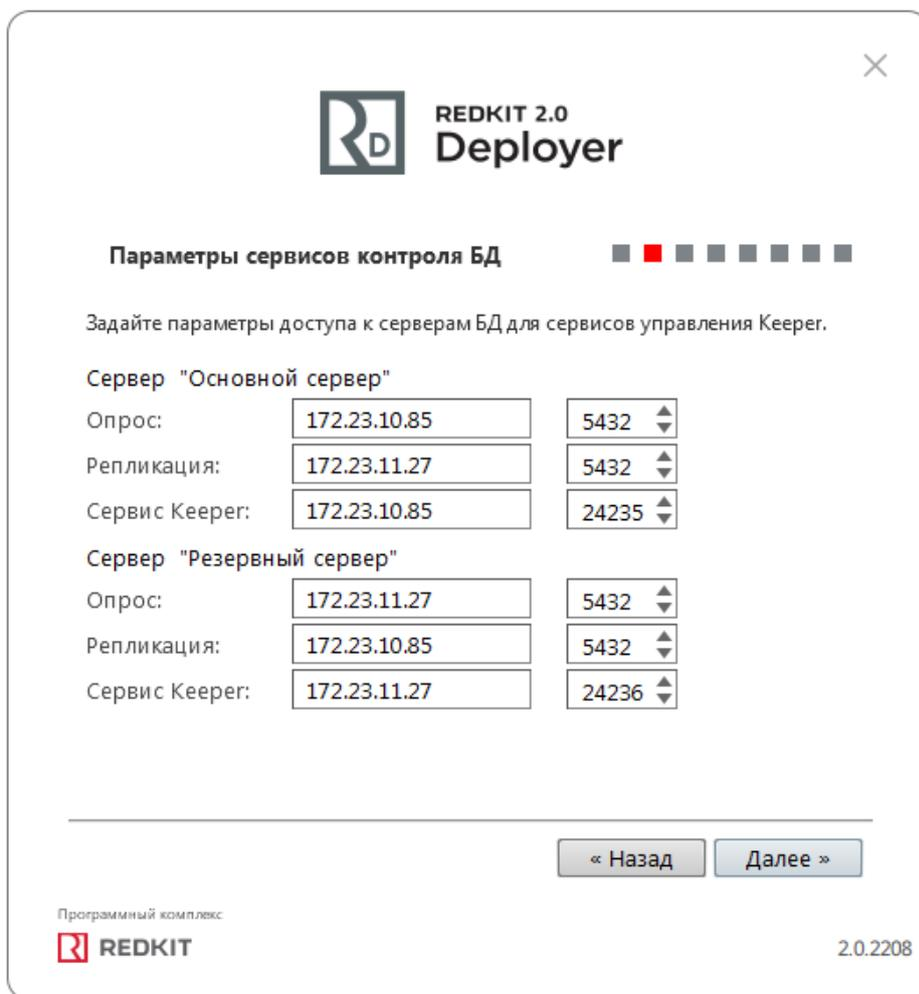

Рисунок 38 - Параметры сервисов контроля БД
- Оставьте параметры сервисов контроля БД по умолчанию и нажмите **Далее** (Рисунок 38). Описание параметров сервисов контроля БД представлено в Таблице 6.